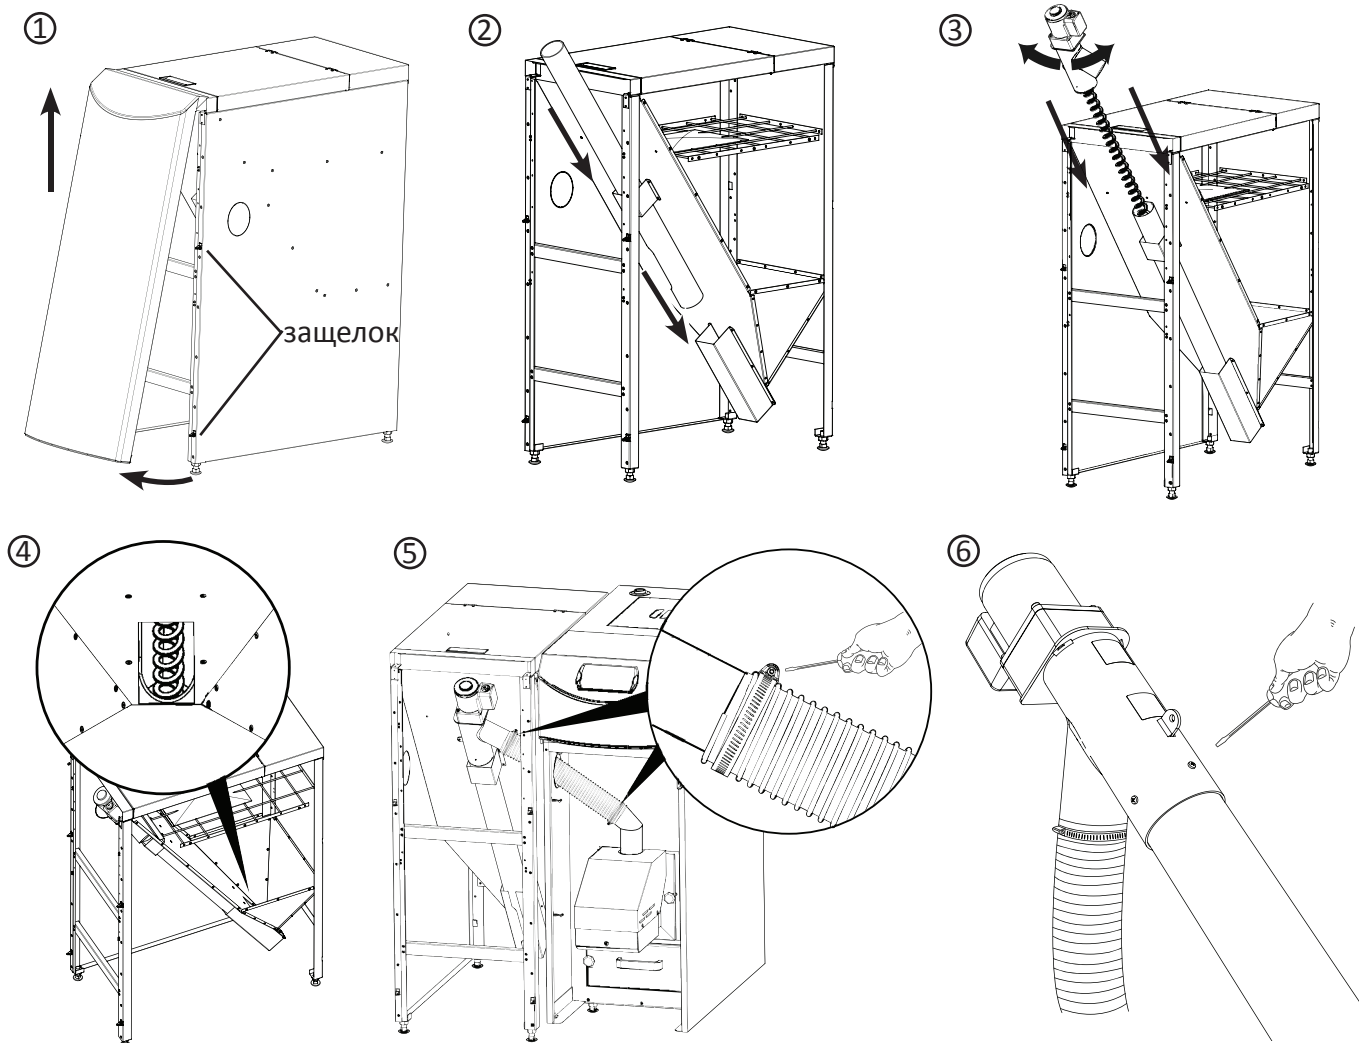

Рис. 8 Монтаж комплекта
1. Демонтировать переднюю часть корпуса резервуара, взяв ее спереди и потянув на себя до снятия с четырех защелок. Затем необходимо переместить переднюю часть корпуса вверх и полностью ее снять (Рис. 8 п. ①).
2. Транспортную трубу механизма подачи следует последовательно разместить в желобках, расположенных прямо под засыпной трубой резервуара (Рис. 8 п. ②).
3. Вставить в транспортную трубу спираль механизма подачи (Рис. 8 п. ③).
4. Транспортную трубу поставить так, чтобы отверстие подачи оптимально получало засыпаемые пеллеты (направлено к верхней части резервуара Рис. 8 п. ④).
5. Прикрепить гибкую гофрированную трубу шнековыми обручами к соединителю механизма подачи и засыпной трубе горелки (Рис. 8 п. ⑤).
7. После определения оптимального наклона соединителя при помощи прилагаемого сверла проделать отверстия в транспортной трубе механизма подачи (через отверстия в соединительной трубе), а затем привинтить их друг к другу при помощи прилагаемых болтов (Рис. 8 п. ⑥). После полного монтажа комплекта резервуар и механизм подачи нужно заполнить пеллетами, см. **Ввод в эксплуатацию.**